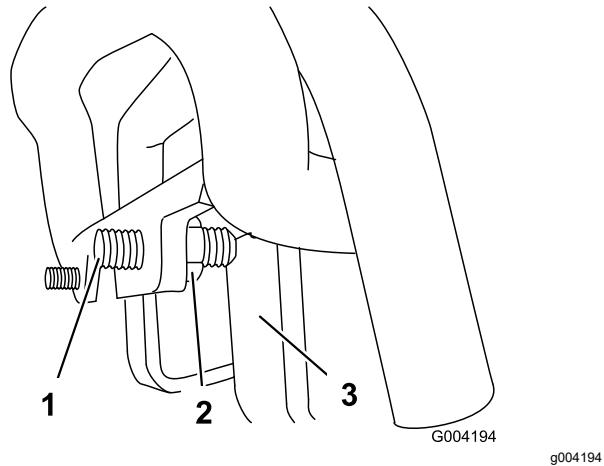

Figura 61
3. Si la unidad de tracción se desvía a la **izquierda**, afloje la contratuerca de la **derecha** y ajuste el tornillo de fijación de desplazamiento en la parte delantera del control de tracción (Figura 61).
4. Si la unidad de tracción se desvía a la **derecha**, afloje la contratuerca de la **izquierda** y ajuste el tornillo de fijación de desplazamiento en la parte delantera del control de tracción (Figura 61).